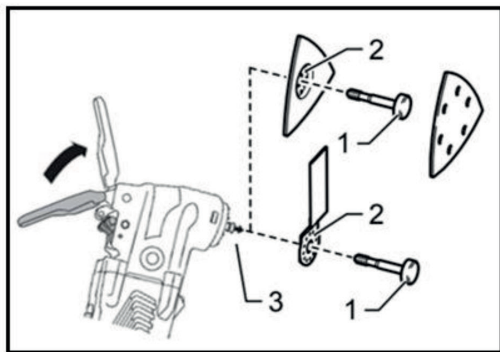

Рис. 5
2. Выверните болт крепления 1 (рис. 5)
3. Установите насадку на шпindel, совместив штифты шпинделя (3) с отверстиями (2) на хвостовике насадки (рис. 5).